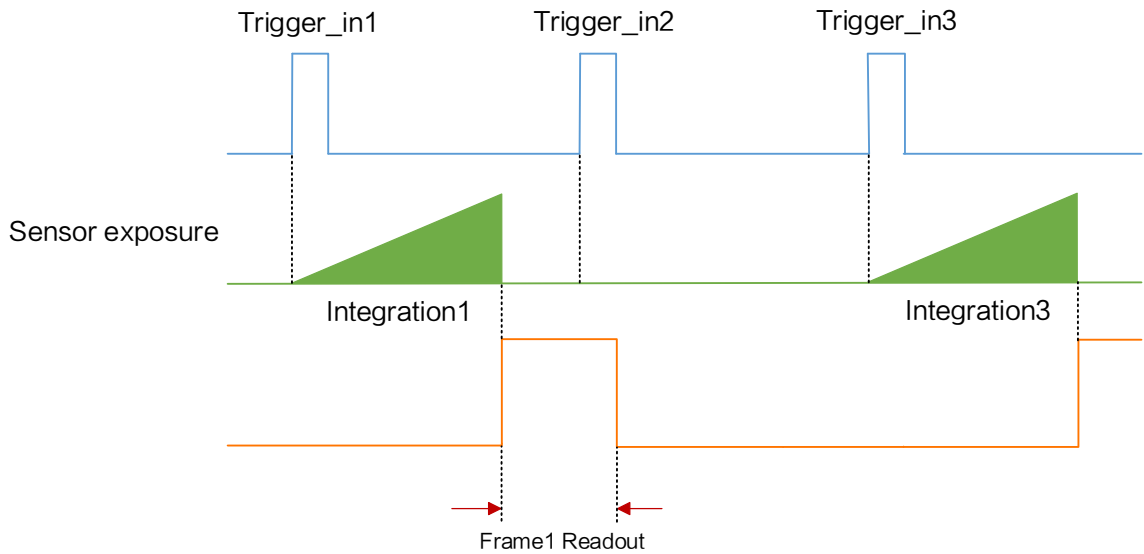

图8-14 第 2 帧被过滤时序
- 不启用触发缓存使能：第 2 个触发信号直接被过滤，不做处理，如图 8-14 所示；